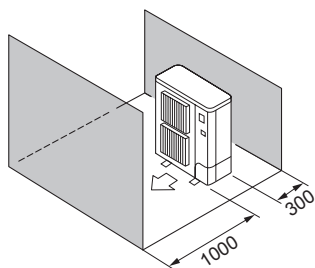

Fig. 2-10
- ⑤ Само препятствия отпред и отзад (Fig. 2-10)